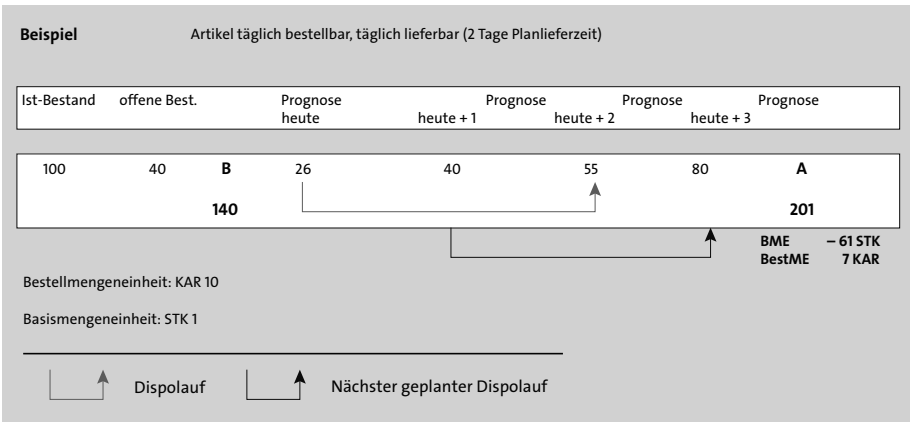

Abbildung 4.8 Beispiel einer Saisonprognose
Auf Basis der Prognosewerte berechnet die Disposition nun den Bedarf. Die Bedarfsplanung ist in SAP S/4HANA Retail so eingestellt, dass das Verteilzentrum bis zur Verfügbarkeit der nächsten Lieferung bevorratet wird. In unserem Beispiel ist der Artikel täglich bestellbar, und die Planlieferzeit dauert zwei Tage, also bis zur Verfügbarkeit der nächsten Lieferung (heute plus drei Tage). Die Werte der Prognose bilden den Bruttobedarf A (in unserem Beispiel  $26 + 40 + 55 + 80 = 201$ ). Von diesem Bedarf werden der Bestand (100) sowie die offenen Bestellungen, die in diesem Zeitraum eintreffen, abgezogen (40). Damit ergibt sich ein Nettobedarf von  $201 - 140$ , also 61 Stück (siehe Abbildung 4.8). Das System wird in diesem Fall 61 Stück als Bedarf vorschlagen.